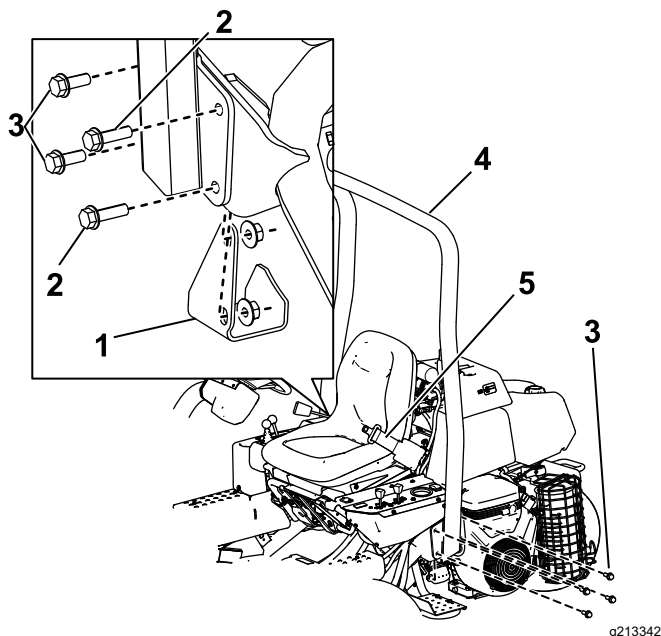

図 4
- ROPS バー 図 4 を、取り付けブラケットにセットして取り付け穴をそろえる。
- ROPSの左側を取り付けブラケットに固定するボルト $\frac{1}{2}$ " x $1\frac{1}{2}$ "4本とロックナットを使用する 図 4。
- ROPSバーの右側、および先ほど取り外したジャッキパッドを、取り付けブラケットに固定するボルト $\frac{1}{2}$ " x $1\frac{1}{2}$ "2本、ボルト $\frac{1}{2}$ " x $1\frac{3}{4}$ "2本、ロックナットを使用し、図 4に示すように取り付ける。